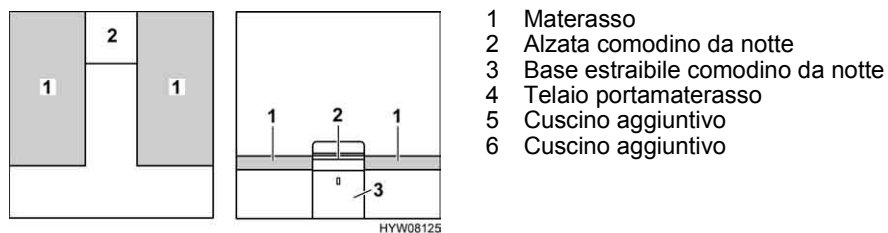

Fig. 67 Prima della trasformazione
- Rimuovere l'alzata del comodino da notte (Fig. 67,2) e metterla da parte.